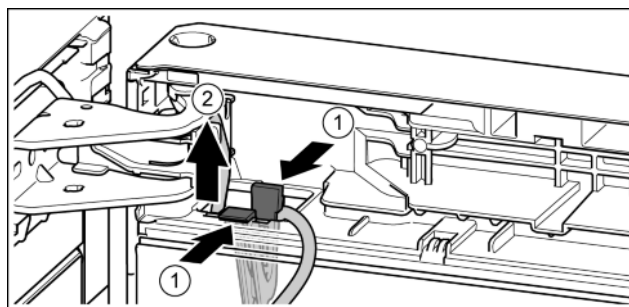

Fig. 25
- ▶ Spingere la linguetta. Fig. 25 (1)
- ▶ Estrarre il reggicavo con il relativo cavo fissato. Fig. 25 (2)